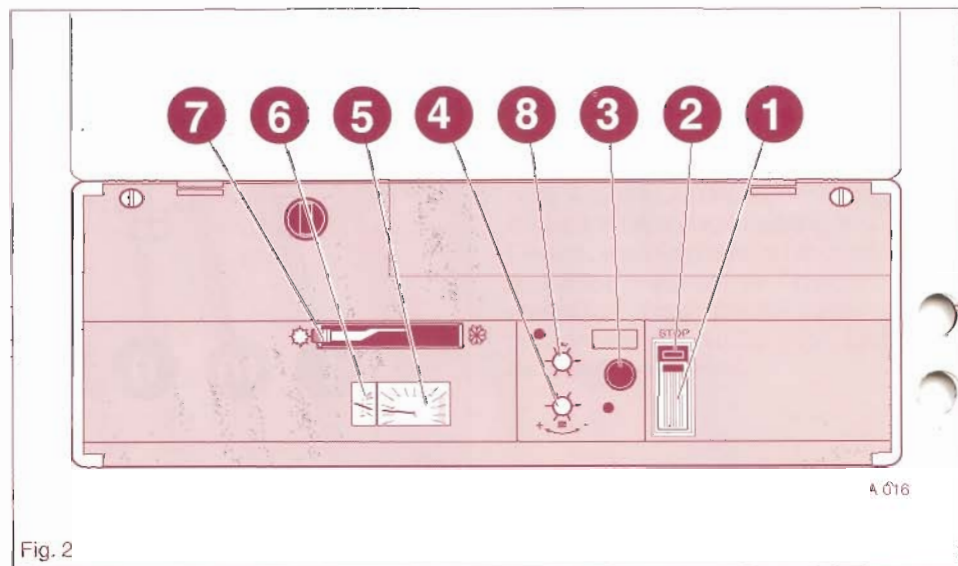

Fig. 2
- Orientez le sélecteur (7 fig. 2) vers la gauche, repère \* (été), la chaudière assurera uniquement la production d'eau chaude sanitaire.
La température fournie dépend du débit choisi directement au robinet et du réglage à la manette (8 fig. 2).
**Nota :** lors d'un puisage d'eau chaude, la température indiquée par le thermomètre (5 fig. 2) ne correspond pas à celle de l'eau chaude mais à celle du circuit primaire de l'échangeur. Cette température sera toujours voisine de 90°C environ.
- Orientez le sélecteur (7 fig. 2) vers la droite, repère \* (hiver).
selon la température extérieure. Effectuez ce réglage à l'aide de la manette (4 fig. 2) en partant du raisonnement suivant :
manomètre (6 fig. 2). Si celle-ci descend au-dessous de 1 bar, ajoutez de l'eau comme indiqué au chapitre "Vérifications Préliminaires" (il est normal que la pression lue au manomètre soit plus basse à froid qu'à chaud).
- Orientez le sélecteur (7 fig. 2) vers la gauche, repère \* (été). La chaudière fonctionne alors seulement pour la production d'eau chaude sanitaire.
- Appuyez sur le bouton poussoir (2 fig. 2) ce qui provoque d'une part la coupure électrique de la chaudière et d'autre part la fermeture du robinet gaz.